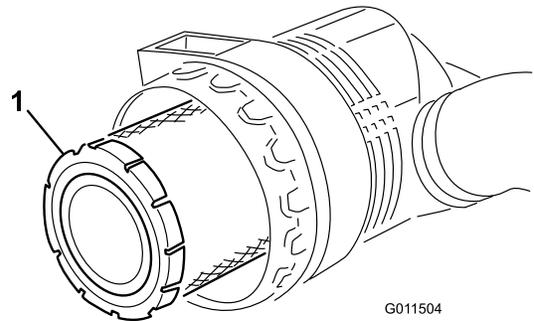

Figure 52
3. Déposez et remplacez l'élément principal (Figure 52).